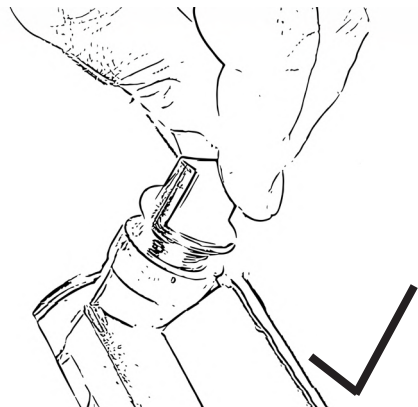

Abbildung 15
- Schrauben Sie die Öleinfüllstopfen mit verbundenen Messstab heraus, Abb. 15.